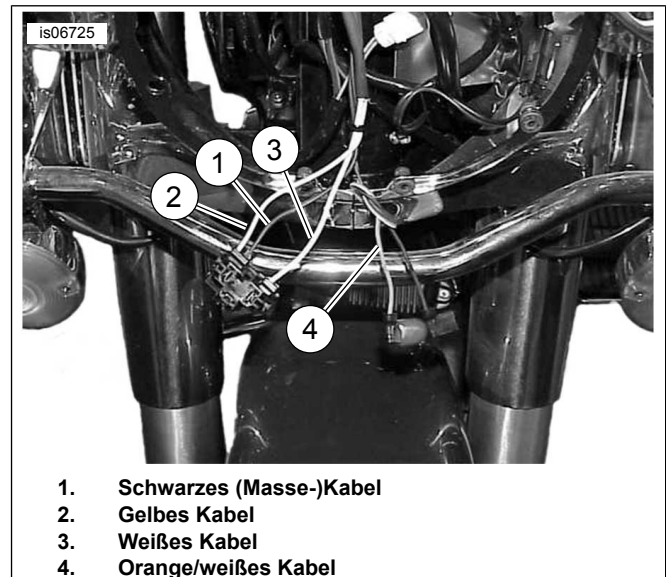

Abbildung 14. Kabel für den Senderanschluss (FLHR)
2. **FLHR Touring-Modelle**: Siehe Abbildung 14. Das gelbe (2), schwarze (1) und weiße (3) Scheinwerferkabel **im Scheinwerfertopf** auf unterschiedliche Länge abschneiden, damit nicht alle drei Spleiße direkt nebeneinander liegen. **FLHT-, FLHX Touring- und Trike-Modelle**: Siehe Abbildung 9. Das gelbe (4) und weiße (5) Scheinwerferkabel **in der Verkleidung** auf unterschiedliche Länge abschneiden, damit nicht alle drei Spleiße direkt nebeneinander liegen. **FLTR Touring-Modelle**: Siehe Abbildung 10. Das gelbe (6), schwarze (4) und weiße (5) Scheinwerferkabel **in der Verkleidung** auf unterschiedliche Länge abschneiden, damit nicht alle drei Spleiße direkt nebeneinander liegen. **ALLE Touring-/Trike-Modelle**: Den geflochtenen Kabelkanal aus dem Satz (siehe Abbildung 27, Position 9) über alle drei Scheinwerferkabel schieben.